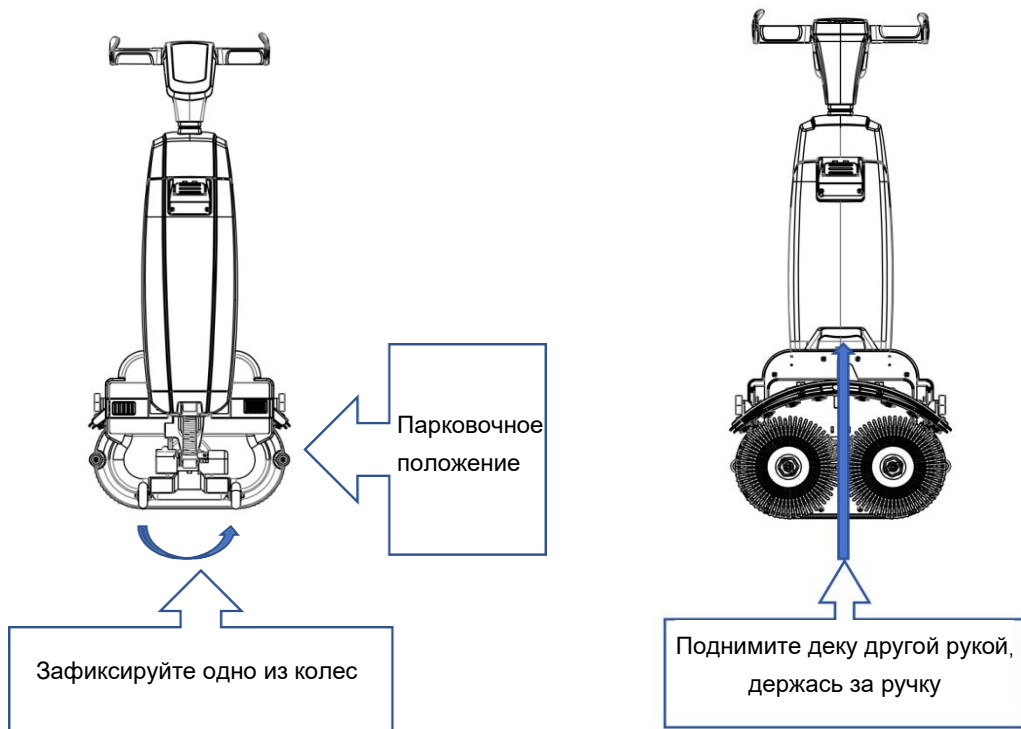

Рисунок 4
1. Установите машину в парковочное положение, как показано на РИС.4 слева.